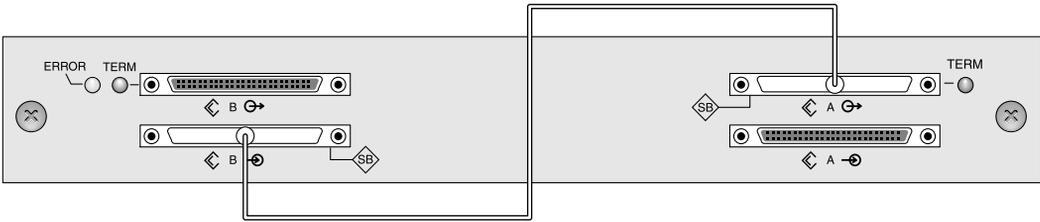

図 4-15 シングル バス拡張ユニットのケーブル配線
2. 拡張ユニットをシングル バス構成で設定するには、図 4-15 に示ように SCSI ポート（左下および右上のポート）間を SCSI ジャンパ ケーブルで接続します。ケーブル ジャックのねじを 6 回時計回りに回して締め、正しく接続されて動作するようにします。